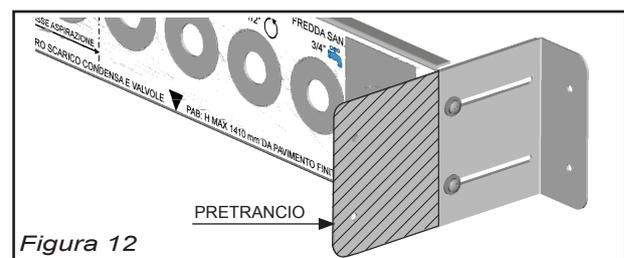

Figura 12
- 2) tubi esterni: per questa particolare applicazione deve essere asportata la parte dell'angolare rappresentato in figura 12.